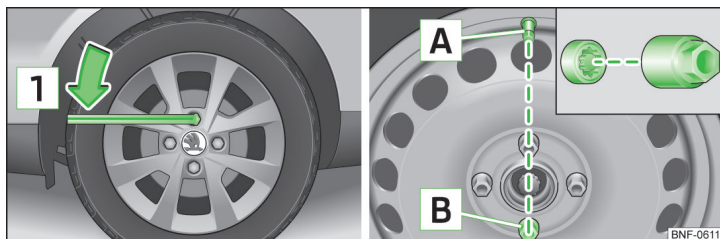

Fig. 112 Încuierea roții: Slăbiți șuruburile de roată / supapa roții și șurubul de roată antifurt se află pe partea opusă
Aveți grijă, ca șurubul de roată antifurt **B** se află vizavi de supapa roții **A** » fig. 112.
- Prindeți cu mâna capătul cheii și rotiți șurubul aproximativ o rotație în sensul săgeții **1** » fig. 112.
- Prindeți cheia de capăt și rotiți șurubul în sens opus săgeții **1** » fig. 112, până când se strânge ferm.